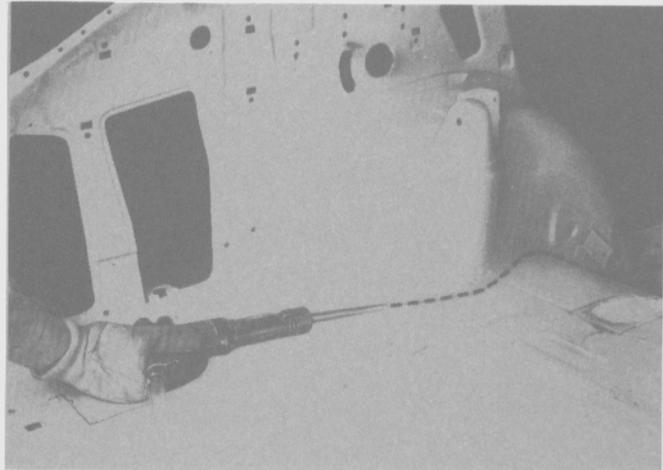

Fig. 237
- Cortar el panel interior en la unión del pasarruedas con el panel del piso (Fig. 237).